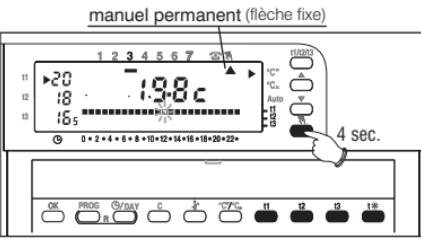

Fig. 35
- Maintenir la touche ⚡ appuyée jusqu'à ce que la flèche ▲ sous le symbole ⚡ ne devienne fixe (environ 4 secondes) ; le niveau de température en cours est appliquée aux 24 heures (fig. 35).